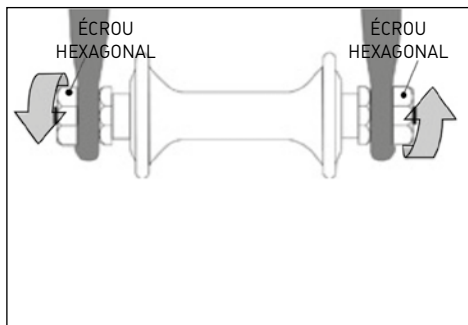

Figure 10
- Des écrous hexagonaux ou six-pans creux vissés sur ou dans l'axe du moyeu (roue à boulonner, figure 10).